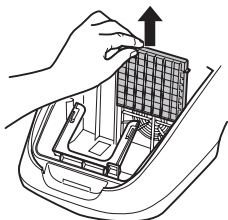

Abb. 23
2. Entnehmen Sie den Filterhalter samt Motorschutzfilter (Abb. 23).